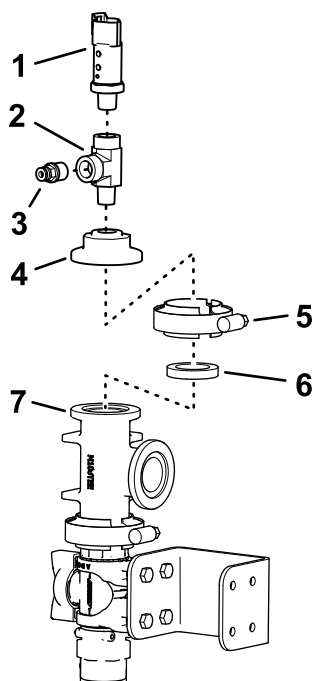

図 43
8. カップラのねじ山部に PTFE テープまたはペーストを塗り、T字フィッティングに取り付ける 図 43。
9. T字継手のネジ山にPTFEシーラントを塗布し、T字継手をフィッティングキャップに接続する(図 43)。
10. 図 43図に示すように、圧力トランスデューサーをT字継手に取り付ける。
コントロールバルブに取り付け、クランプを手締めする 図 43。